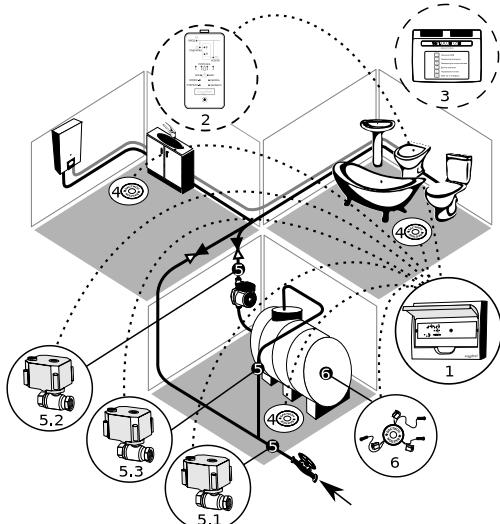

Рис. 7.2.4.1
Краны (5.1, 5.2, 5.3) устанавливаются как показано на рис. 7.2.4.1, датчики протечки (4) устанавливаются на полу в местах возможного скопления воды при авариях и протечках (в санузлах, на кухне, под раковинами, унитазом и т. п.), датчик уровня (6) устанавливается внутри резервного бака. При подаче питания модуль управления переходит в режим «ЗАКРЫТО/АВАРИЯ», при этом все краны будут перекрыты. Нажатием кнопки модуль управления перейдет в режим «ОТКРЫТО», при этом откроются краны 5.1 и 5.2 (кран 5.3 открывается и закрывается по команде датчика уровня).